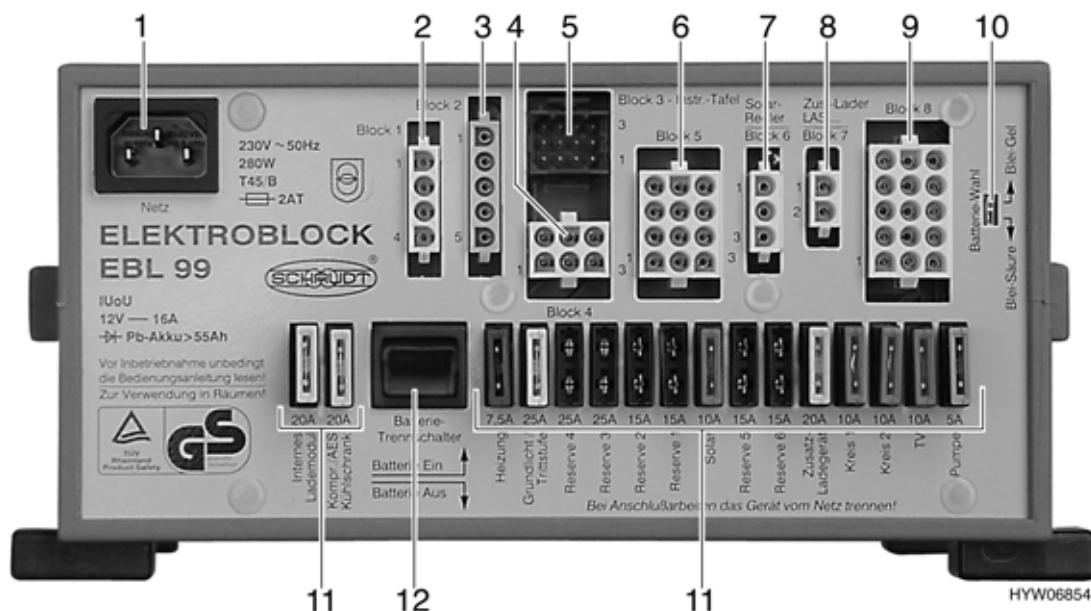
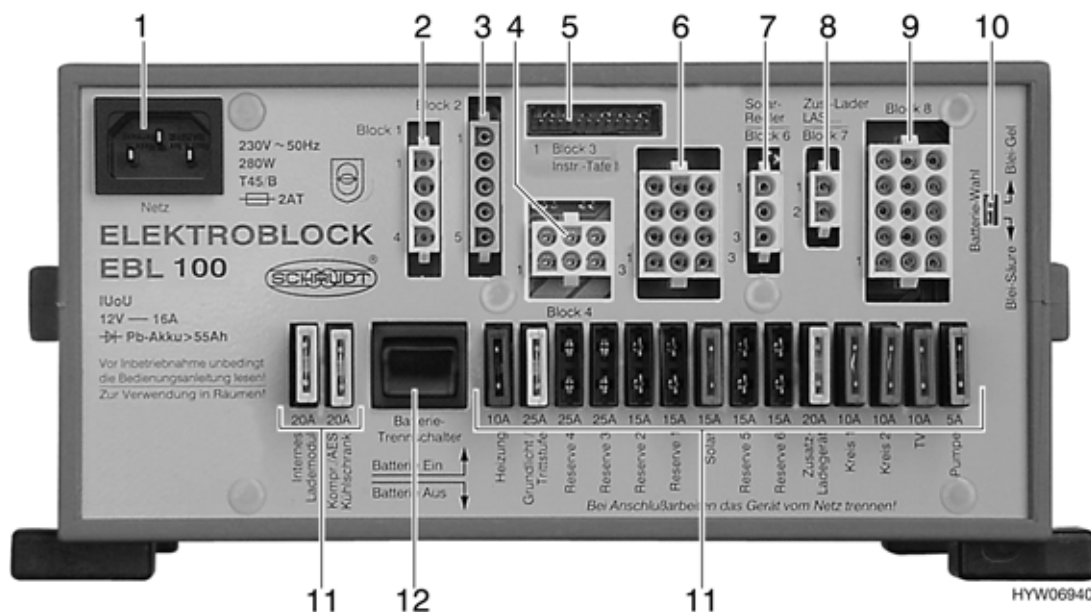
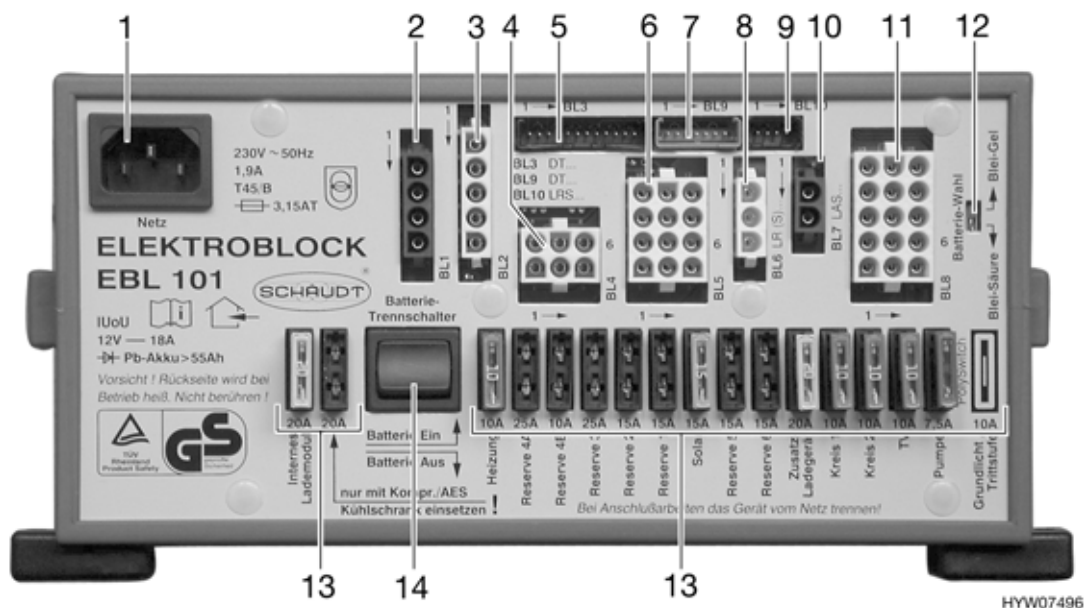

Fig. 114 Centralina elettrica EBL 99 (variante 1)
Fig. 115 Centralina elettrica EBL 100 (variante 2)
Fig. 116 Centralina elettrica EBL 101 (variante 3)
L'interruttore staccabatteria (Fig. 114,12, Fig. 115,12 o Fig. 116,14) serve a disinserire tutte le utenze a 12 V dell'abitacolo, anche la valvola di sicurezza/di scarico. In tal modo si evita uno scaricamento eccessivo della batteria dell'abitacolo nei lunghi periodi di fermo del veicolo (per esempio in occasione di inattività temporanea).
- L'impostazione di stabilimento del selettore batteria (Fig. 114,10, Fig. 115,10 o Fig. 116,12) ("Piombo-Gel") non deve essere modificata.